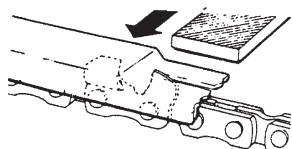

Fig. 47
- 3) Placez la jauge de contrôle sur le maillon-gouge. Si le limiteur de profondeur dépasse de la jauge, mettez-le à niveau par rapport à la partie supérieure de la jauge de contrôle. Limitez toujours de l'intérieur de la chaîne vers un maillon-gouge extérieur. (Fig. 47)